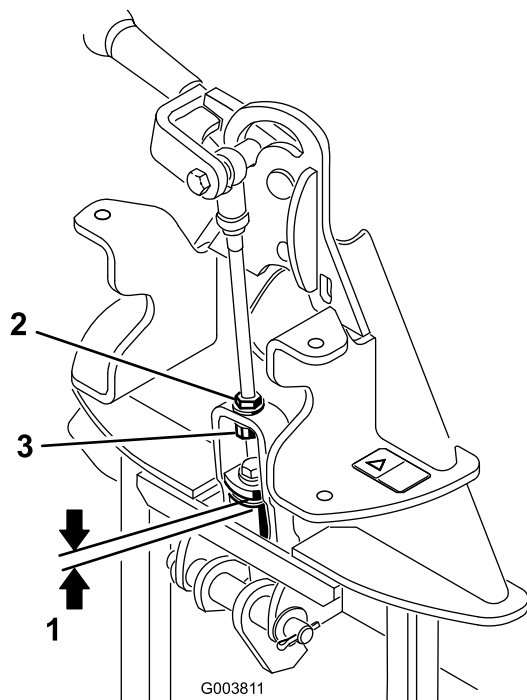

Figura 4
2. Meça a falha entre a anilha superior e a cunha do conjunto articulado no adaptador de acessórios, conforme se indica em Figura 4.